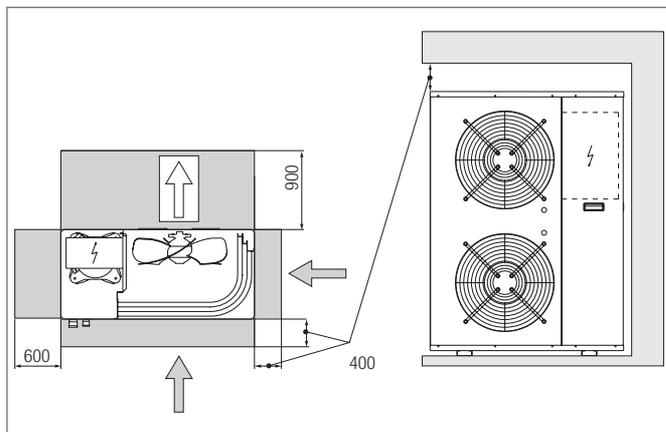

Fig. 11-3 Distanza tra gli apparecchi
- le distanze minime (vedere Fig. 11-3) devono essere rispettate